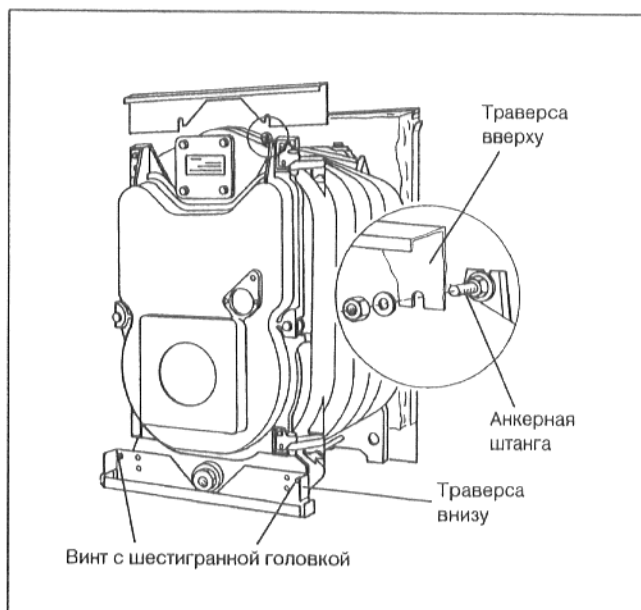

рис. 18
- Для крепления траверсы сверху снять с каждой верхней анкерной штанги первую гайку (рис. 18).
- Вставить продольное отверстие траверсы слева и справа в верхние анкерные штанги и затянуть гайки (рис. 18).
- Привинтить траверсу внизу слева и справа к передней секции, используя по одному винту с шестигранной головкой (рис. 18).